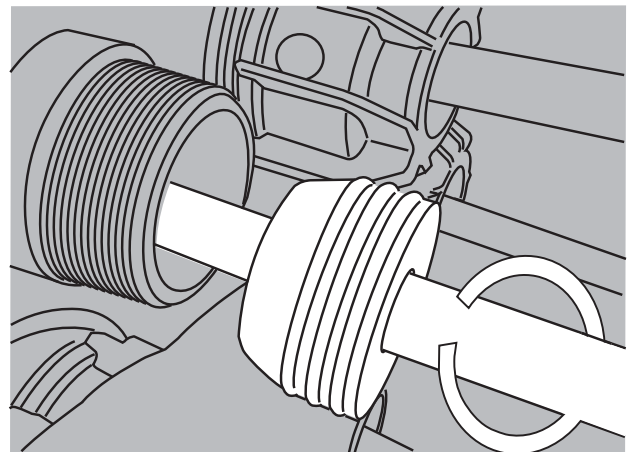

FIGURA 15
**15.** Seleccione la arandela plana para cable de acometida. (Figura 15)